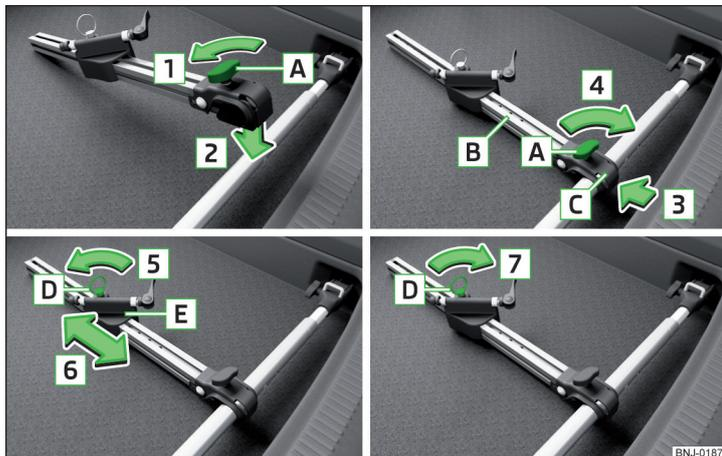

Fig. 107 Montagem do suporte para bicicletas
- Para **montar**, soltar o parafuso **A** no suporte para bicicletas (adiante só suporte) no sentido da seta **1** » Fig. 107.
- Se quer transportar duas bicicletas, soltar então o parafuso **A** » Fig. 107 na página 85 e deslocar o suporte em conjunto com a bicicleta fixada para a esquerda.
- Apertar o parafuso **A** » Fig. 107 na página 85 no suporte.
- Caso necessário, adaptar a posição da parte deslocável **E** » Fig. 107 na página 85.